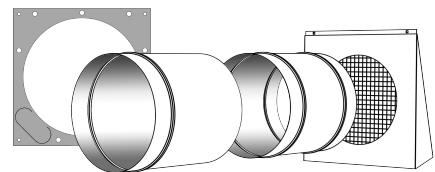

Рис. 4 Монтажный набор
**Монтажный набор для УВРК-50М и УВРК-50МА** Рис. 4 включает в себя прокладку-трафарет, наружный козырек с сеткой (защищающий прибор от ветра, осадков, птиц) и тонкостенные гильзы из оцинкованной стали, формирующие телескопический канал в стене. Прокладка устанавливается при монтаже между стеной и корпусом для компенсации неровностей стены и одновременно является трафаретом для разметки расположения отверстий в стене. Для крепления козырька (снаружи) и воздухораспределителя (внутри) в монтажном наборе имеются винты-саморезы и дюбеля (на рис. не показаны). Монтажный набор модификации МА отличается от М исполнением козырька и гильзы (см. раздел «Монтаж наружного козырька без привлечения подъемных механизмов...»).